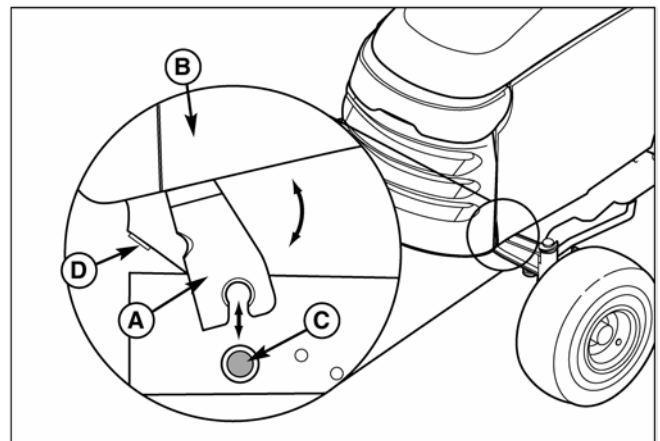

Рис. 13. Снятие и установка капота
3. Слегка откиньте назад и снимите капот (В, рис. 13) с осевых опор (С). Установите капот на чистую плоскую поверхность.
1. Установите капот опорными петлями (А, рис. 13) на осевые опоры (С).
2. Наклоните капот вперед, чтобы он достиг упоров (D).